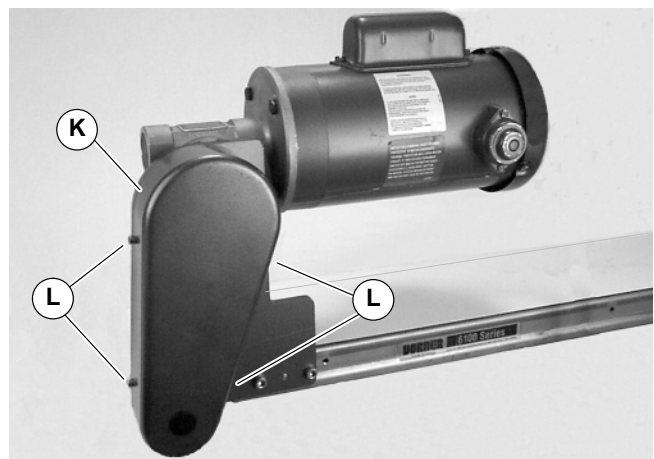

Abbildung 10
9. Die Abdeckung (K siehe Abbildung 10) mit vier (4) Schrauben (L) installieren. Die Schrauben mit 4 Nm festziehen.
1. Vier (4) Schrauben (L siehe Abbildung 10) entfernen und Abdeckung (K) abnehmen.
4. Die Abdeckung (K siehe Abbildung 10) mit vier (4) Schrauben (L) installieren. Die Schrauben mit 4 Nm festziehen.
6. Die Abdeckung (K siehe Abbildung 10) mit vier (4) Schrauben (L) installieren. Die Schrauben mit 4 Nm festziehen.